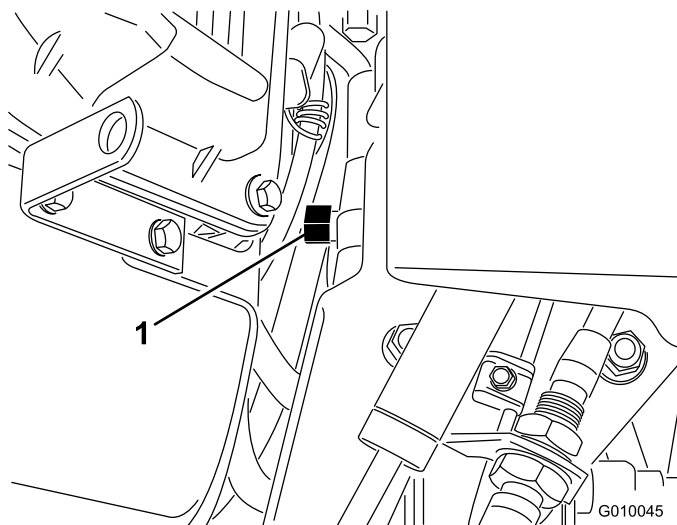

Figura 30
2. Collocate la valvola di bypass tra il motore e la pompa idrostatica (Figura 30).
3. Con una chiave fissa da 5/8 pollice fate compiere 1 giro in senso antiorario alla valvola di bypass. Il fluido idraulico bypassa quindi la pompa, consentendo alle ruote di girare (Figura 30).
5. Per utilizzare nuovamente l'arieggiatore fate compiere 1 giro in senso orario alla valvola di bypass (Figura 30).